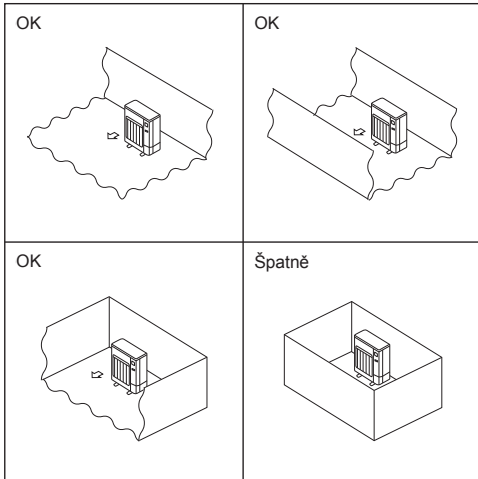

Fig. 2-2
- Ⓐ Venkovní jednotky instalujte na místa, kde je alespoň jedna z jejich čtyř stran otevřená a prostor je dostatečně velký a bez prohlubni. (Fig. 2-2)